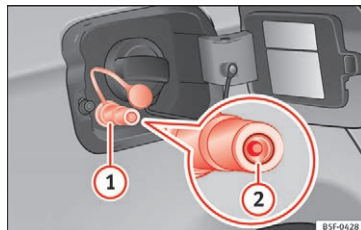

Fig. 239 Åben tankklap: gaspåfyldningsstuds ①, pakring til påfyldningsstuds ②
- Åbn gaspåfyldningsstudsens » » Fig. 239 .